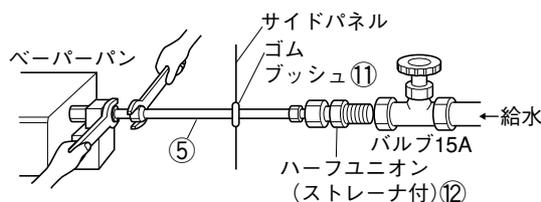

図3
ペーパーパンの継手にかぶせてあるゴムキャップを外し、給水銅管⑤を使用し、図3のように配管してください。